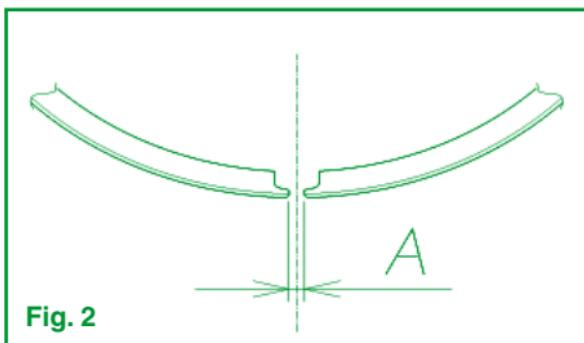

Fig. 2
- c – Con la ayuda de un calibre de espesores, medir la distancia entre el extremo del segmento (luz); luz mínima:  $A = 0,15 \text{ mm}$  ver Fig. 2.